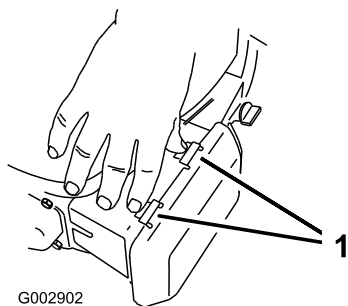

Figure 39
1. Appuyez sur les languettes de verrouillage en haut du couvercle du filtre à air (Figure 39).